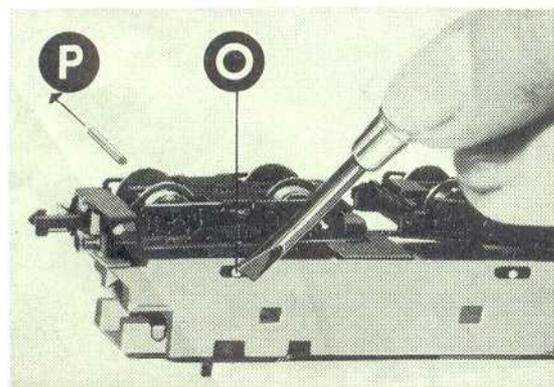

Abb. 2
Drehgestelle abnehmen (Abb. 2)
Motorkap zoals boven omschreven afnemen en met schroevendraaier of puntig voorwerp lagerstiften (O) doordrukken (afb. 2) en zo nodig met pincet aan andere kant naar buiten trekken (P). Beide draaistellen kunnen dan naar onderen afgenomen worden. OPGELET: Draaistellen onderling niet verwisselen, daar anders de rijrichting omgekeerd wordt.